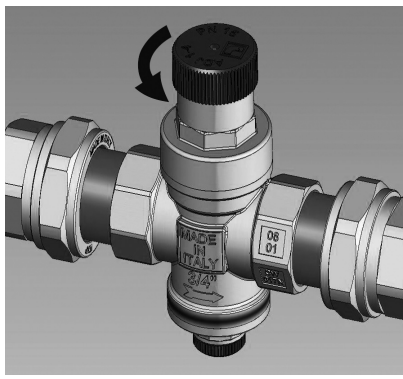

Fig. 4.1
- Svitare il cappuccio superiore (Fig. 4.1)
Unscrew the plug (Fig. 4.1)